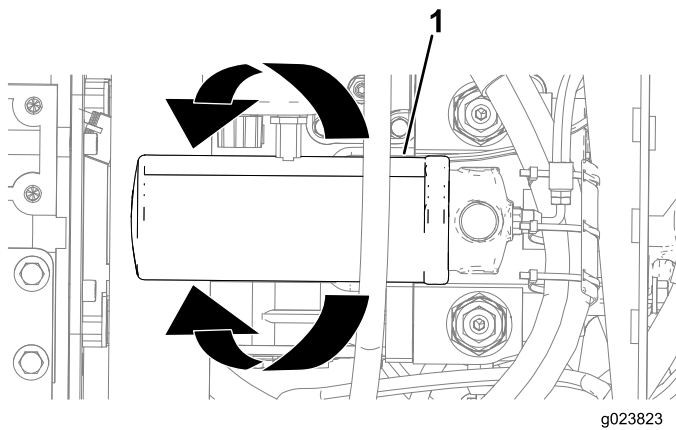

Bild 118
3. Stellen Sie eine Auffangwanne oder legen Sie mehrere Lappen unter den hydrostatischen Ladefilter (Bild 118).
4. Drehen Sie den hydrostatischen Ladefilter nach links und nehmen den Filter ab (Bild 118).
6. Fluchten Sie den hydrostatischen Ladefilter mit der Stelle aus und drehen Sie ihn nach rechts, bis die Dichtung des Filters den Adapter berührt (Bild 118).